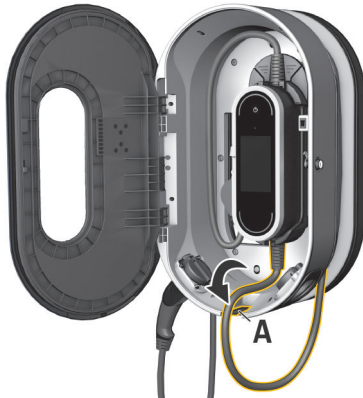

Abb. 19 Bedieneinheit einhängen
3. Fahrzeugkabel durch die Öffnung A (Abb. 19) führen und nicht benötigte Leitungslänge um das Lade-Dock wickeln.